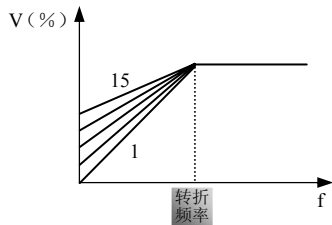

图 5-7 转矩提升示意图
- 选择直线式 V/F 曲线时，可通过 F502 设定转矩提升，设定值越大，补偿越大（如图 5-7 所示），起动电流也会增加，所以设定值过大有可能导致变频器过流保护。